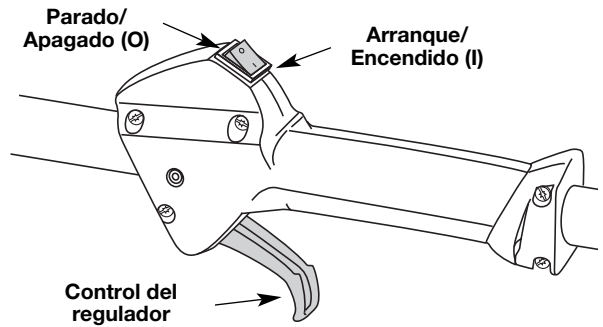

Fig. 7
2. Coloque el control de encendido y apagado en posición de APAGADO (O) (Fig. 7).